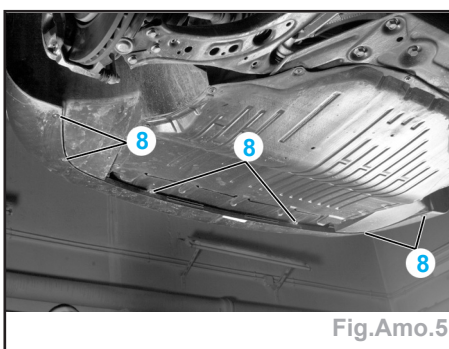

Fig.Amo.5
- les 6 vis (8) de fixation inférieure (fig.Amo.5),